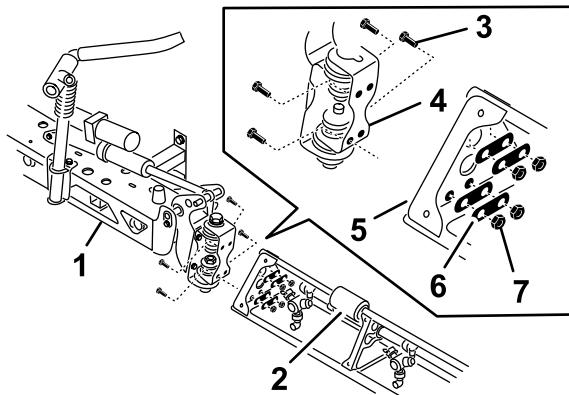

Figura 40
- Rode cada suporte articulado no final da secção da rampa central de forma a que os suportes alinhem verticalmente (Figura 40).
4. Monte a placa da articulação na placa triangular com quatro parafusos de cabeça flangeada, quatro placas posteriores e quatro porcas de bloqueio flangeadas (Figura 40) que removeu no passo 1.
6. Alinhe a extremidade da barra do cilindro de elevação da rampa com os furos na buzina do suporte articulado (Figura 40).
7. Prenda a extremidade da barra ao suporte articulado com um passador de forquilha e perno de gancho (Figura 40).